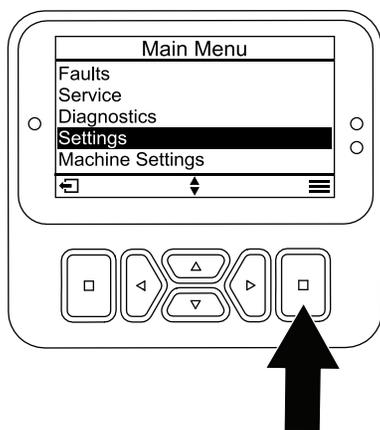

図 22
1. メインメニューから、設定メニューまで下にスクロールし、選択ボタン (図 22) を押します。